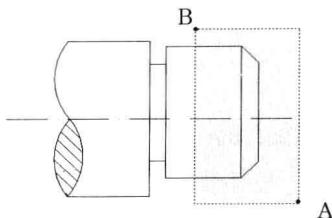
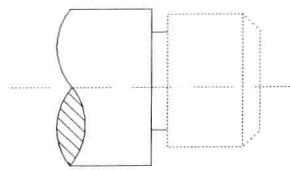

图 4-5-6
图 4-5-7
- (1) 单击“常用”选项卡，在“修改”面板中单击“拉伸”按钮■，或者选择菜单命令“修改 / 拉伸”。
- (2) 命令行提示“以交叉窗口或交叉多边形选择要拉伸的对象...选择对象”，单击 A 点，并拖动至 B 点时，会拖出绿色的矩形框，表示以交叉方式选择对象，如图 4-5-6 所示，单击 B 点，选中的对象呈虚线显示，如图 4-5-7 所示，按 Enter 键。